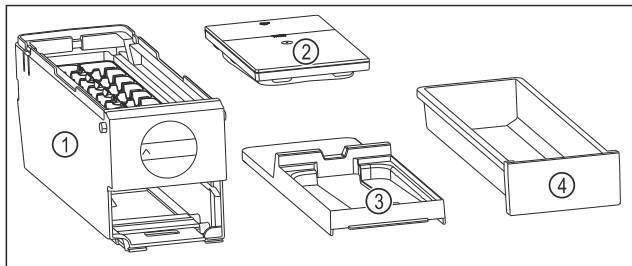

Fig. 138 Az EasyTwist-Ice alkotórészei
- ▷ Az EasyTwist-Ice egység négy darabra van szétszedve. (lásd Fig. 138)
- ▶ Az EasyTwist-Ice egységet csak az ábrázolt alkotóelemekre szedje szét. (lásd Fig. 138)
- ▶ Az EasyTwist-Ice testét Fig. 138 (1) egy egységként tisztítsa.